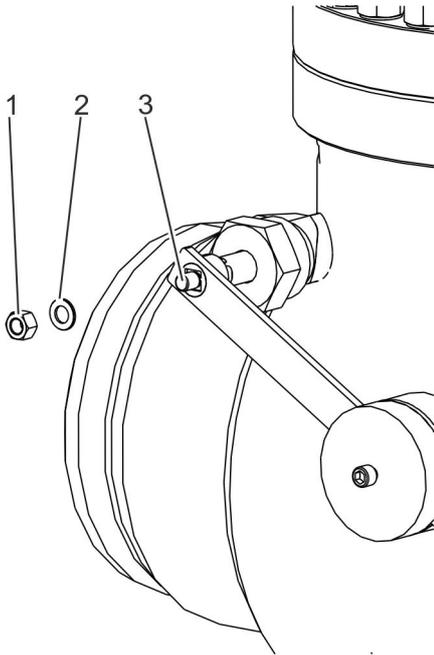

Abb. 45: Hebelarm befestigen
- 21.** ▶ Hebelarm mit Scheibe (Abb. 45/2) und Mutter (Abb. 45/1) auf der Klappenwelle (Abb. 45/3) befestigen.